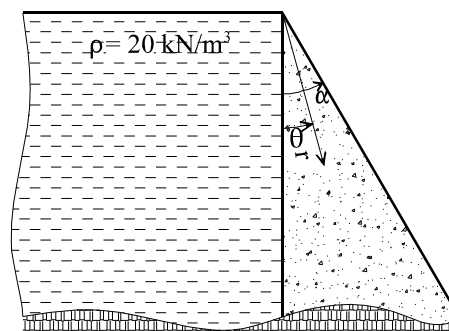

Figura 9
9) En la presa de la figura 9 se pide: